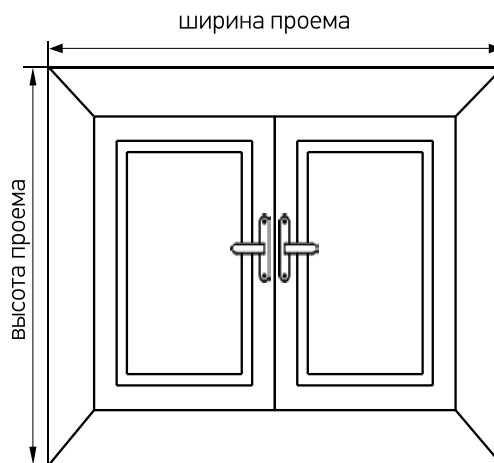

Рис. 1
*(Ширина) = (Ширина проема) – 0,5 см Рис. 1*